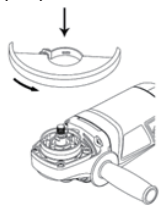

Figura 1
1) La manija auxiliar (1) puede ser puesta en la derecha, izquierda o parte superior. Seleccione la posición que le sea más cómoda.
2) Asegure el protector de afilar o de cortar: (Vea figura 1 y 2)